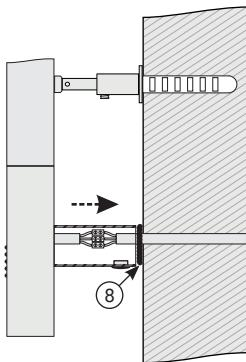

Рис.6
4.2.7. Заправить провода в модуль скрытого подключения (рис. 6).
4.2.8. Для повышения степени защиты произвести герметизацию шва силиконовым герметиком по контуру примыкания модуля скрытого подключения и стены (рис. 6 «8»).